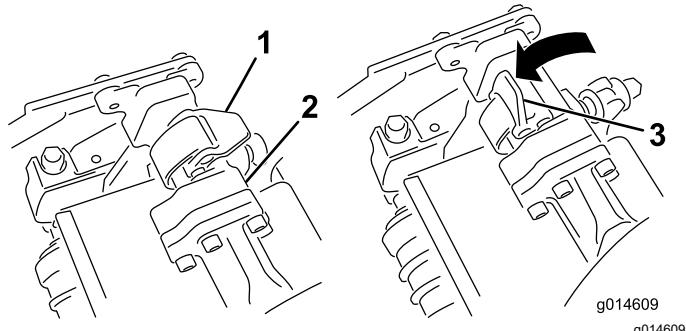
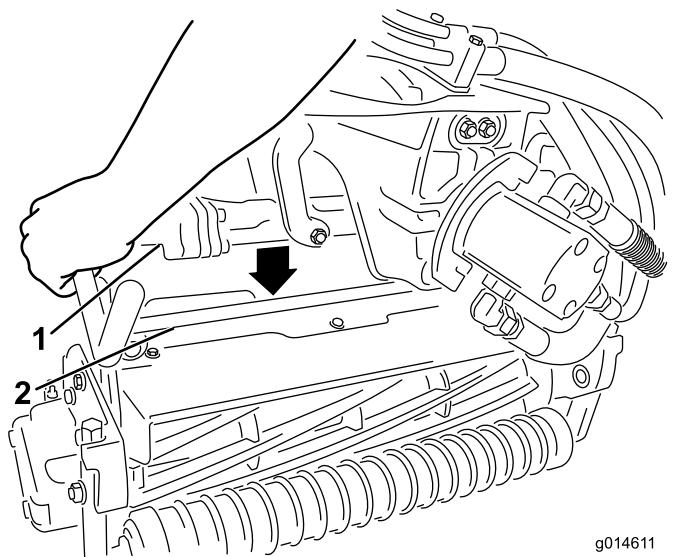

Figura 48
Figura 49
3. Con los enganches del brazo de suspensión orientados hacia arriba (es decir, abiertos (Figura 48)), empuje hacia abajo el brazo de suspensión de modo que la barra encaje en la barra situada en la parte superior de la unidad de corte (Figura 49).
4. Presione los enganches hacia abajo alrededor de la barra de la unidad de corte y bloquéelas (Figura 48).
4. Abra los enganches de la barra del brazo de suspensión de la unidad de corte que está retirando (Figura 48).